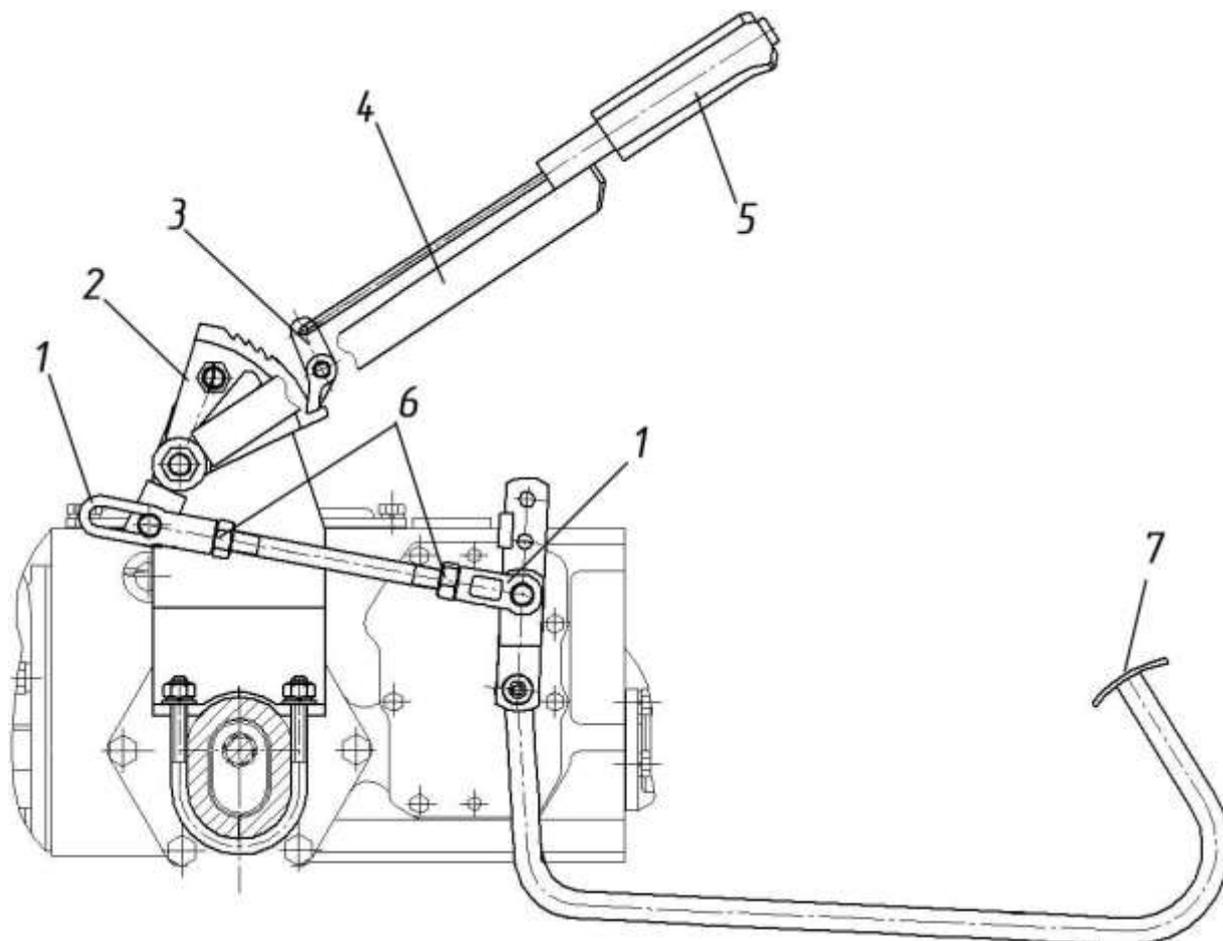

Рисунок 3.2 – Регулировка управления рабочими тормозами
Управление основными тормозами должно быть отрегулировано так, чтобы при нажатии с усилием 120 Н полный ход педали тормоза 7 (рисунок 3.2) был 95 ± 5 мм.
При перемещении рукоятки 5 рычага 4 (рисунок 3.2) вверх (на себя) с усилием от 180 до 220 Н фиксатор 3 должен устанавливаться на первый или второй зуб сектора 2 и надежно фиксировать рычаг в этом положении.
- установите рычаг управления стояночным тормозом 4 (рисунок 3.2) в крайнее нижнее положение;